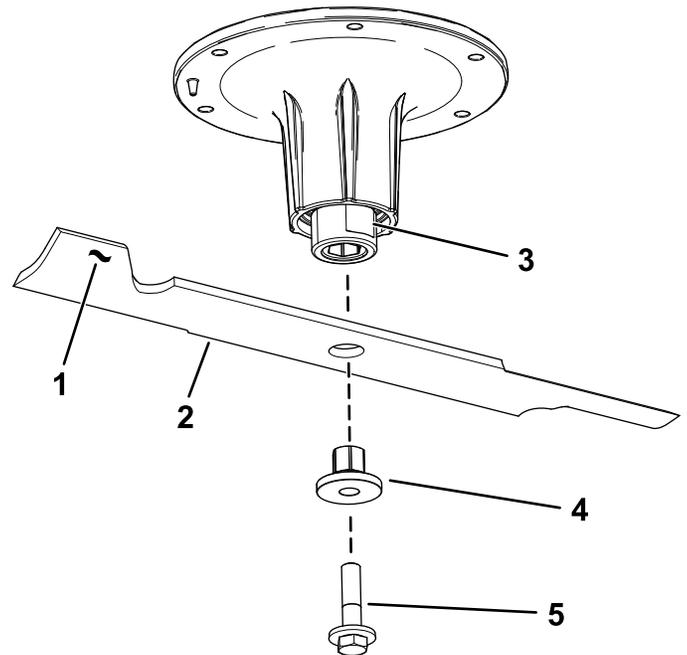

Figura 89
- Retire a cavilha da lâmina, o casquilho, e a lâmina do eixo (Figura 89).